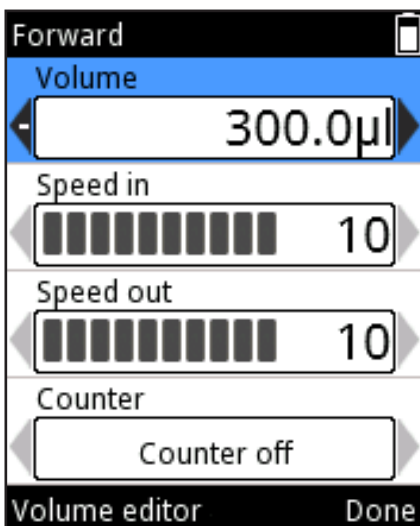

Imagen D5.
2. El campo Volume (Volumen) se resalta (Imagen D5).